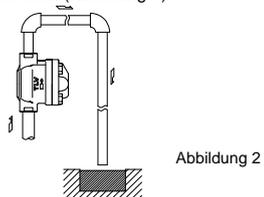

Abbildung 2
- Die Austrittsleitung in eine Abwasserrinne oder -grube führen. Das Ende der Austrittsleitung darf nicht in Wasser eintauchen, da sonst bei Betriebsunterbrechungen Wasser und Schmutz eingesaugt werden kann (Abbildung 2).